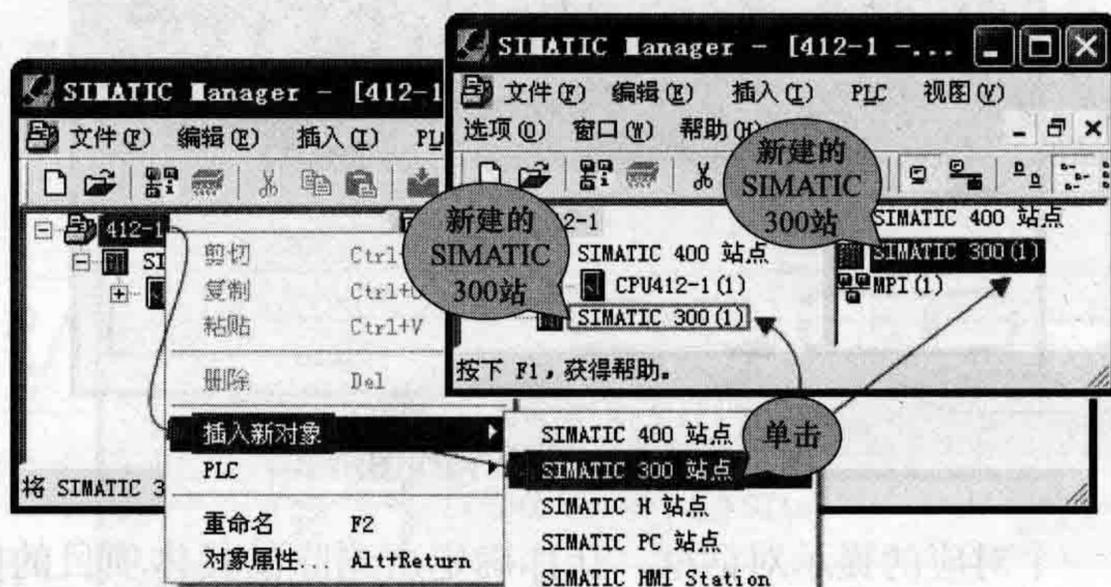

图 1-9 插入新站的方法 2
(2) 第二种方法是单击项目名称使其背景色变成蓝色后，右击，在弹出的快捷菜单中选择【插入新对象】命令，此时就可以在弹出的级联菜单中选择要添加的新站，如【SIMATIC 300 站点】，添加完毕后，读者就可以在【SIMATIC Manager】中看到新插入的 S7-300
PLC 的站了。此时，系统会自动为该站分配一个名称【SIMATIC 300 (1)】，这个名称是可以修改的，插入新站的流程如图 1-9 所示。